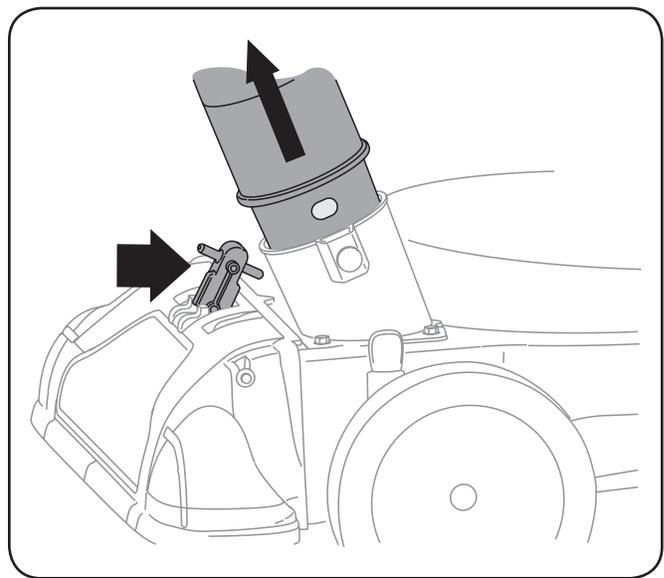

Figure 5-3
1. Placez le levier de sélection de mode d'aspiration à la position la plus proche du boyau pour aspirer par la buse. Voir Figure 5-3.
2. Avant d'utiliser la buse d'aspiration, assurez-vous que la goupille à ressort est insérée dans le premier trou (le plus proche de l'extrémité du boyau) du raccord. Voir Figure 5-3.